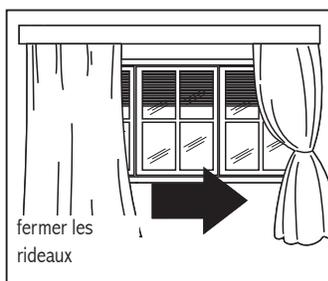

Fig. 23.
- Abritez la pièce de l'ensoleillement direct en fermant partiellement rideaux et/ou stores pour privilégier un fonctionnement plus économique de l'appareil (fig. 23);